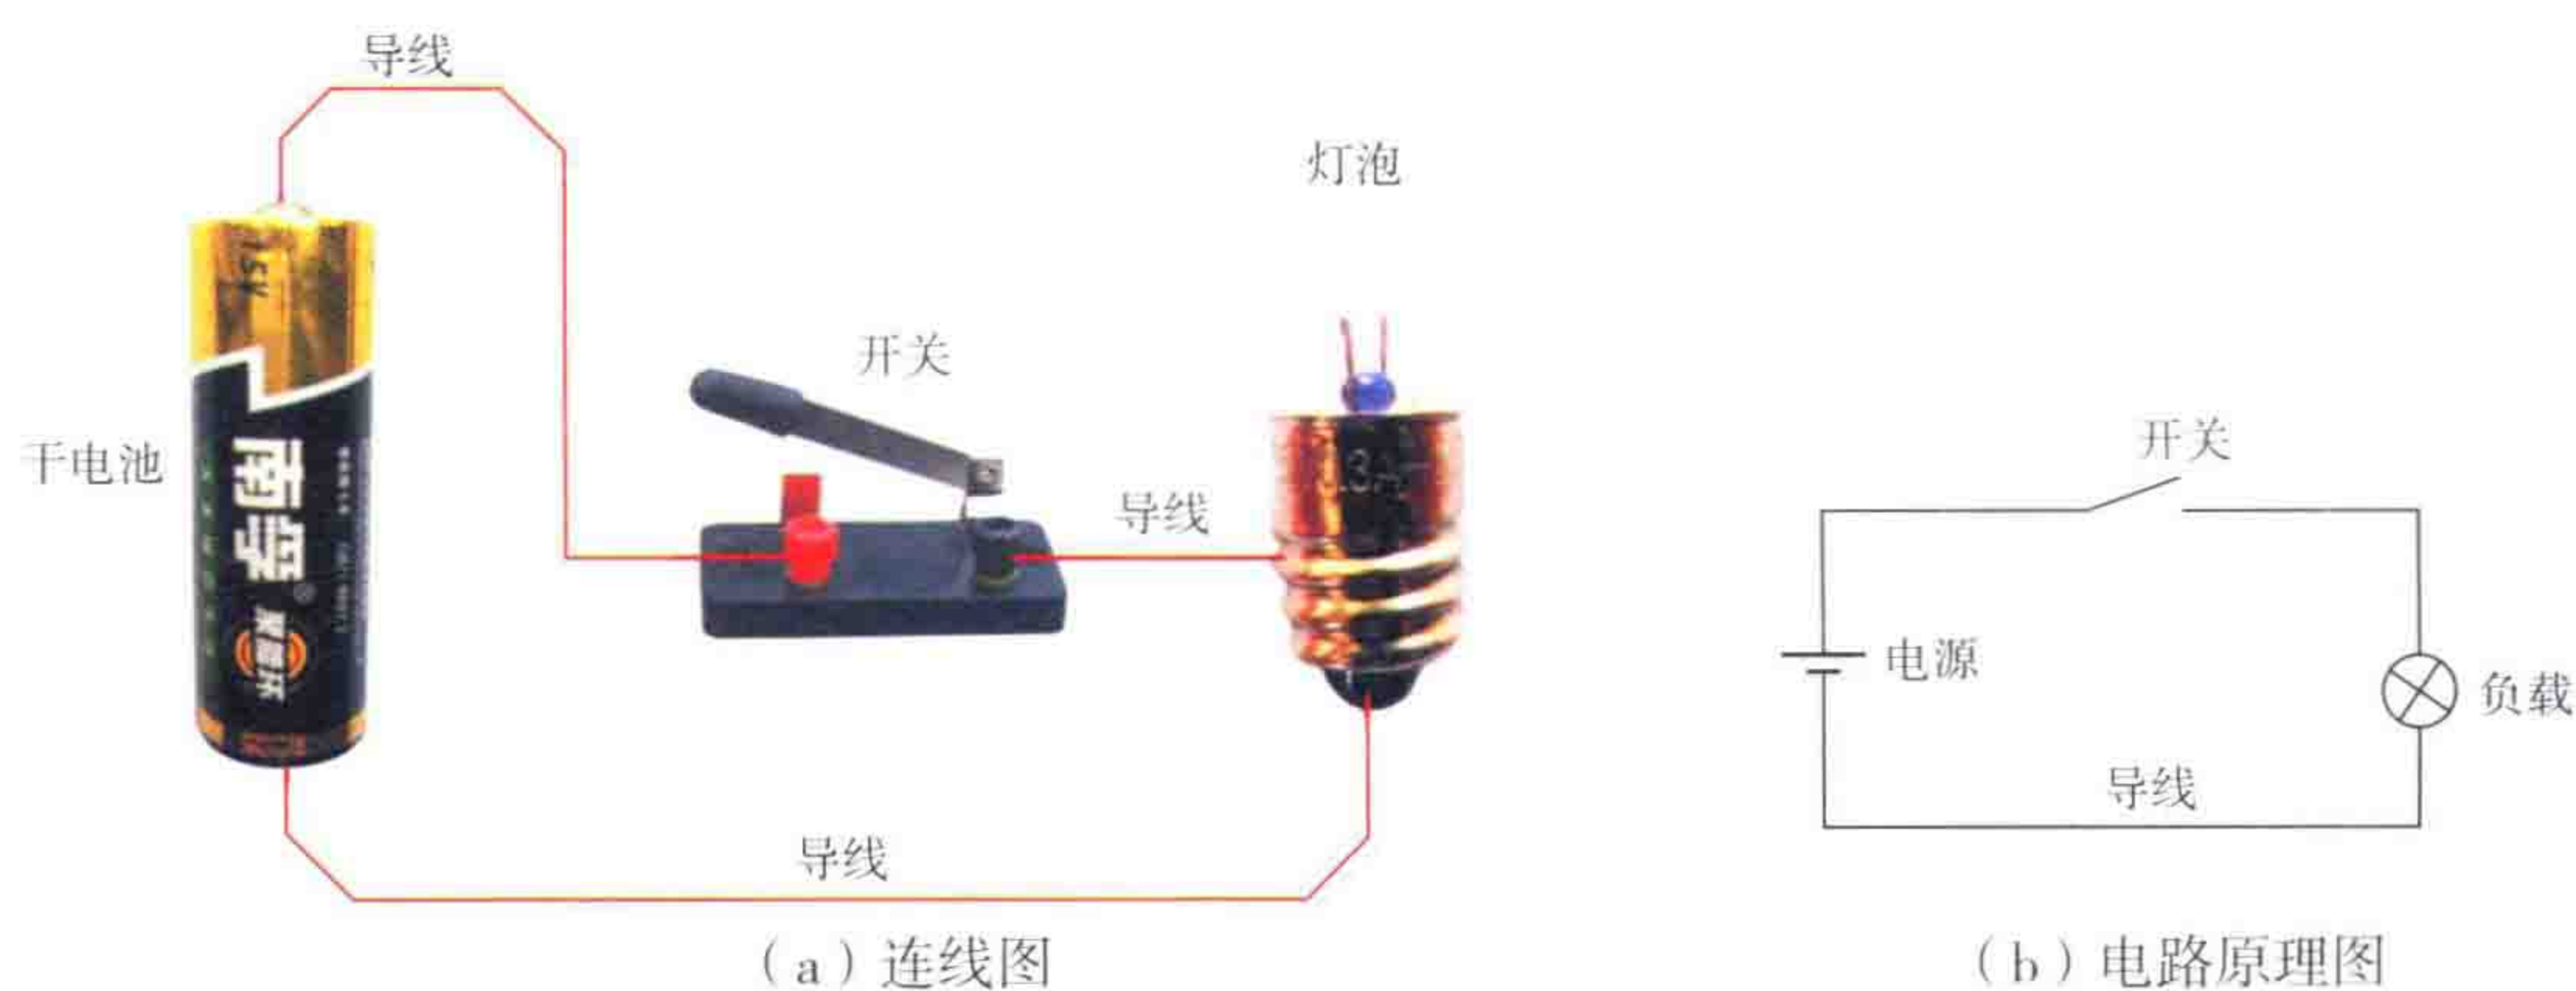

图 1-8 简单电路的组成
电路是电流流过的路径。把一个灯泡通过开关、导线和干电池连接起来，就组成了一个简单的电路，如图 1-8 所示。
(1) 电源 图 1-8 中的干电池就是电源。电源是电路中供应电能的设备，如汽车上的发电机、蓄电池都是电源。发电机是将机械能转换成电能，蓄电池是将化学能转变成电能。
(2) 负载 是将电能转换成其他形式能量的装置。灯泡、电炉、电动机等都是负载。灯泡是将电能转变成光能，电炉是将电能转变成热能，电动机是将电能转变成机械能。
(3) 控制装置 图 1-8 中开关是控制装置，它为电流提供通路，把电源的能量供给负载，并根据负载需要接通和断开电路。
(4) 导线 用来连接电源和负载，传输电能。汽车电路中，蓄电池和电路的负极与车体的金属架连接，以车体本身代替导线。